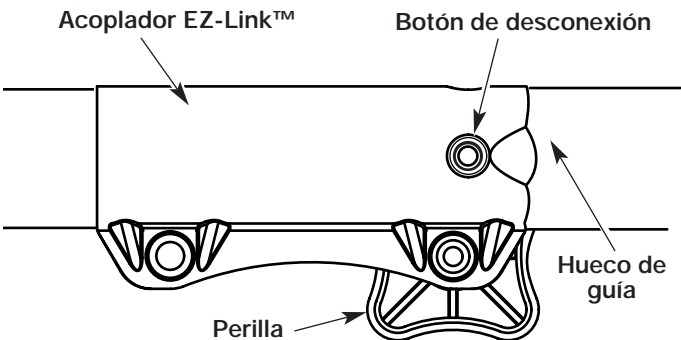

Fig. 19
1. Gire la perilla en sentido antihorario para aflojarla (Fig. 19).
2. Opima y sostenga el botón de desconexión (Fig. 19).
**NOTA:** La alineación del botón de desconexión con el hueco de guía facilitará la instalación (Fig. 19).